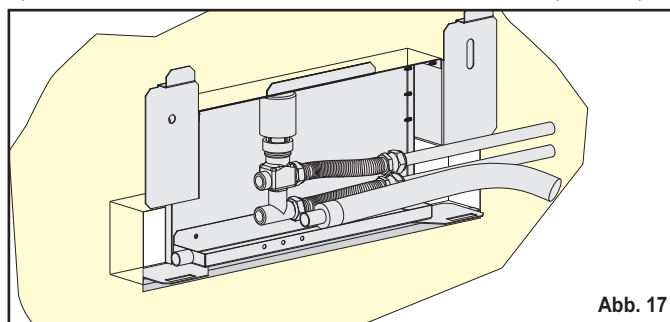

Abb. 17
3) Befestigen Sie die Kondensatwanne mit zwei selbstschneidenden Schrauben in den eigens hierfür vorgesehenen Bohrungen (Abb. 17). Die Außenseite der Wanne muss unbedingt bündig mit der Wand abschließen.
7) Das Ventil an die Anschlusschläuche anschließen (Abb. 17).